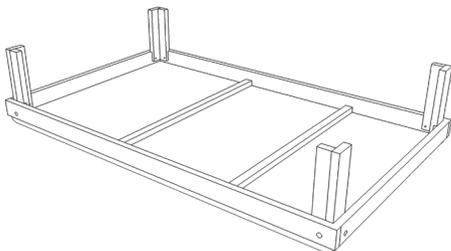

Fig.16
4. Con l'aiuto di un'altra persona posizionare il lettino eretto su una superficie piana (Fig.16)